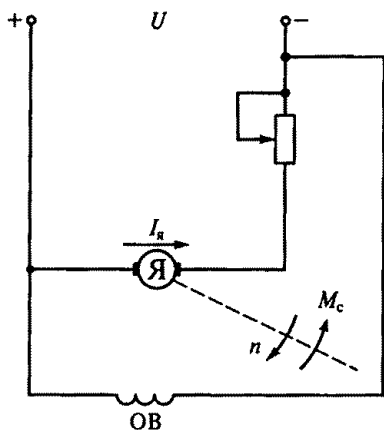

Рис. 251
10.57. Как изменятся ток якоря I_a и частота вращения n двигателя (установившиеся значения) в схеме на рис. 251, если при